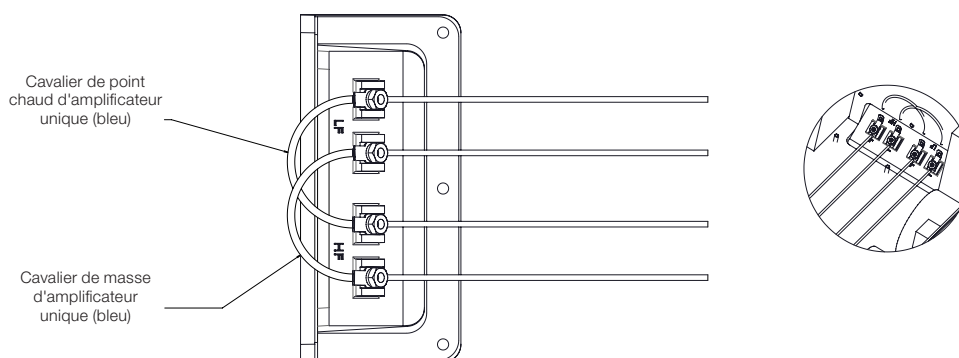

Figure 10
4. Avant d'installer l'enceinte qui sera bi-câblée ou bi-amplifiée, retirez les deux cavaliers bleus, cavalier de point chaud de bi-amplification et cavalier de masse de bi-amplification (Figure 10). Les cavaliers bleus se trouvent sur la cavité des bornes à l'intérieur du boîtier arrière. Serrez les connecteurs des cavaliers juste sous le serrage du fil afin de libérer leurs verrous. Si cela ne fonctionne pas, repoussez la protection en plastique sur le fil et appuyez sur le levier de blocage avec un stylo à bille ou un petit outil tout en tirant doucement sur le fil.